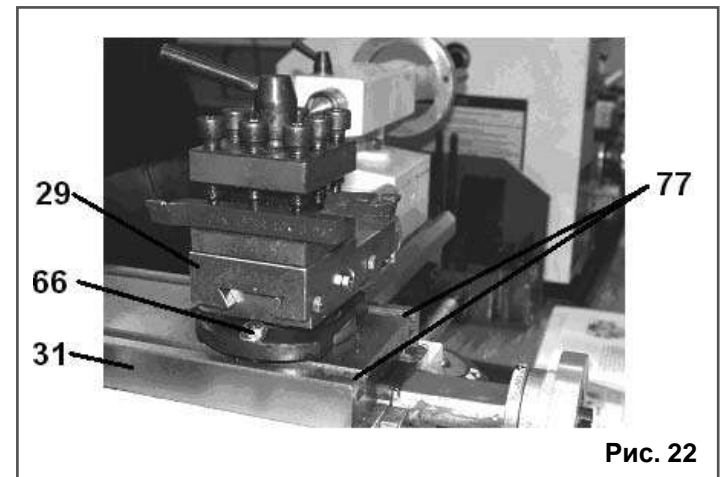

Рис. 22
11.1. Установка фрезерного оборудования (Рис. 22 – 23)